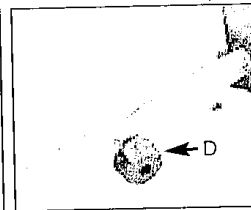

Fig. 3B
3. Ziehen Sie die Schraube (D) fest im Uhrzeigersinn an, bevor Sie das Gerät benutzen (s. Fig. 3B).